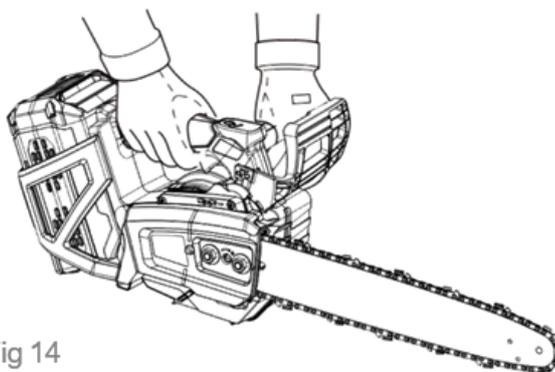

Fig 14
- Sostenga y controle la motosierra con la mano izquierda en el mango delantero y con la mano derecha en el mango trasero; envuelva el pulgar alrededor de los mangos (Fig. 14).